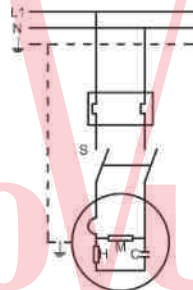

Рис. 3
- Надлежащим образом отрегулируйте уставку теплового реле в зависимости от тока насоса. Используйте магнитно-тепловую защиту насоса (рис.3).